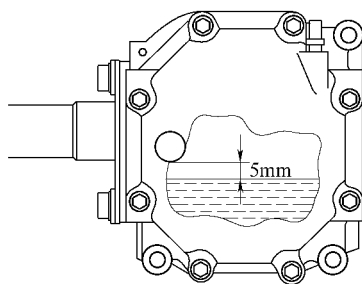

图 14-79 注入准双曲面齿轮油
(8) 向差速器注入齿轮油。注入准双曲面齿轮油，如图 14-79 所示。